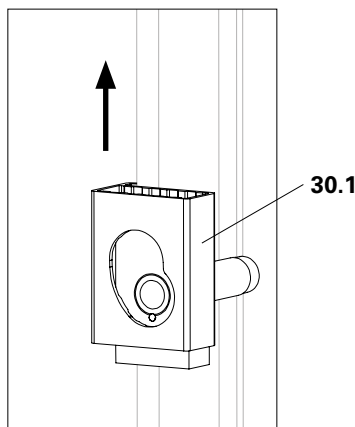

Fig. B1.04
3. Tenere pronto il giunto UNO Plus (10).
4. Montare il primo dado di ancoraggio UNO Plus (30.1) all'altezza del gruppo sul lato destro del telaio angolare (3), fissarlo e tenerlo in posizione. (Fig. B1.04 + B1.05)